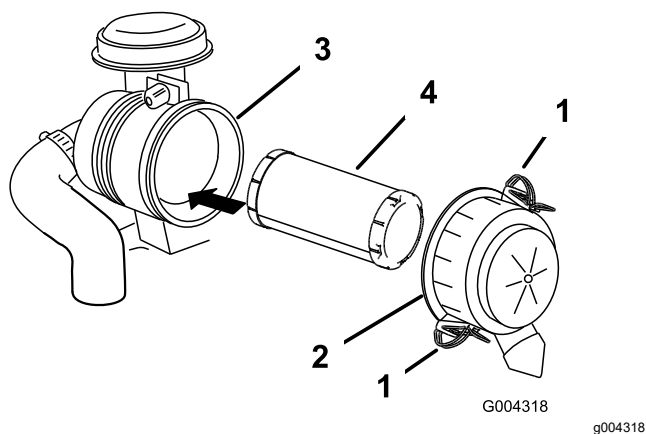

Figure 42
3. Déverrouillez le filtre à air et détachez le couvercle du boîtier du filtre (Figure 42).
5. Sortez l'élément filtrant du boîtier du filtre à air avec précaution (Figure 42).